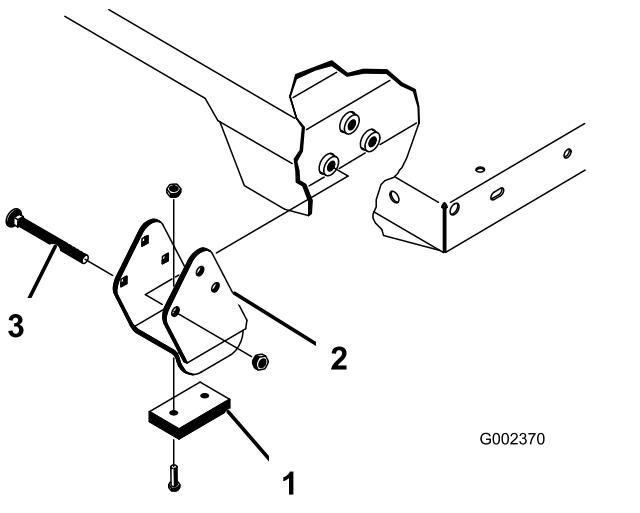

图25
确保隔片支架和耐磨块图25按照托架螺栓头朝向机器内侧的方式进行安装。
- 小心将货斗放到机架上将后货斗枢轴板孔与后机架槽中的孔对齐然后安装 2 个柱销和保险销图25。
- 从货斗外侧插入柱销让保险销朝向外侧图25。